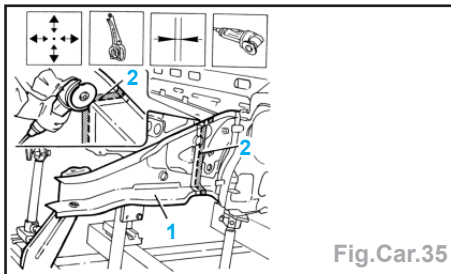

Fig.Car.35
- Utiliser une scie à lame circulaire pour éliminer la tôle en excédent (2).
- Positionner le renfort (1) sur le véhicule à l'aide du gabarit et de pinces-étau (Fig.Car.35).